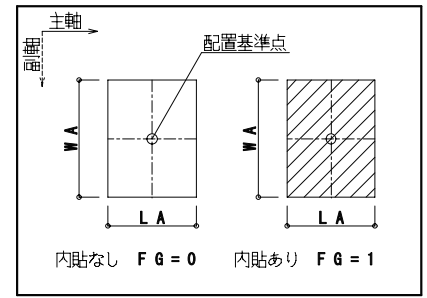

図3
- 2) 接続点が存在しない「ボックス」「チャンバー」「その他の部材」については、部材の中心を配置基準点とする。(図3参照)